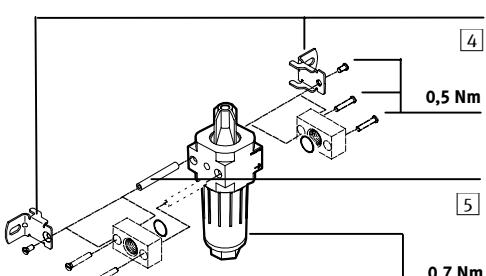

Fig. 2
- Använd hållaren HFOE...-MICRO med bifogade pinnbultar och fästsättningsskruvar [4] och [5] i bild 2).
- Use la escuadra de soporte tipo HFOE...-MICRO y los bulones distanciadores y la cerradura atornilla para la fijación [4] y [5] en Fig. 2.
- Pour le fixer, utiliser une équerre de maintien de type HFOE...-MICRO et le boulon fileté fourni et l'attache visse [4] et [5] sur la Fig. 2.